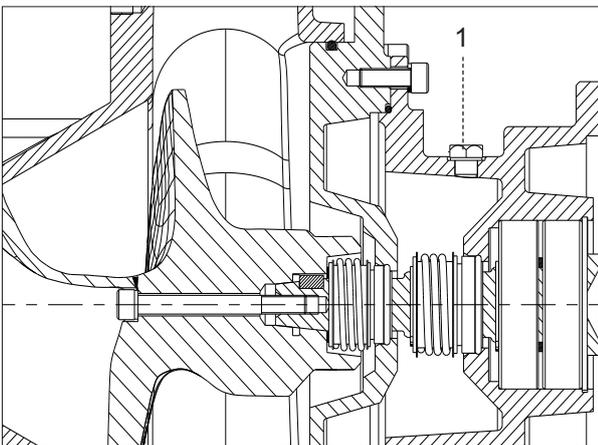

Abbildung 6 Prüfen des Schmiermittelstands
1. Entfernen Sie den Transporteinfüllstopfen und führen Sie die Belüftungsschraube ein (→ Abbildung 6, Posten 1).